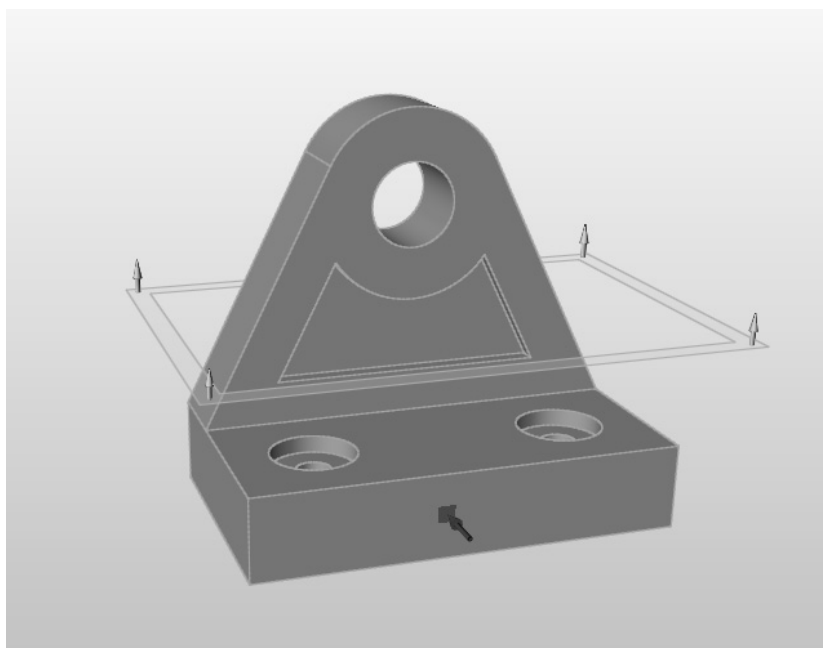

图 2-21
3) 用鼠标右键单击空白处或按〈Esc〉键退出工具，如图 2-21 所示。